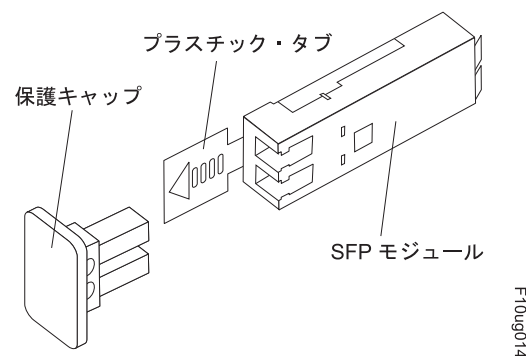

図 26. SFP (Small Form-Factor Pluggable) モジュール
2. 図 26 に示すように、SFP モジュールから保護キャップを取り外します。将来の利用に備えて、保護キャップを保存しておきます。